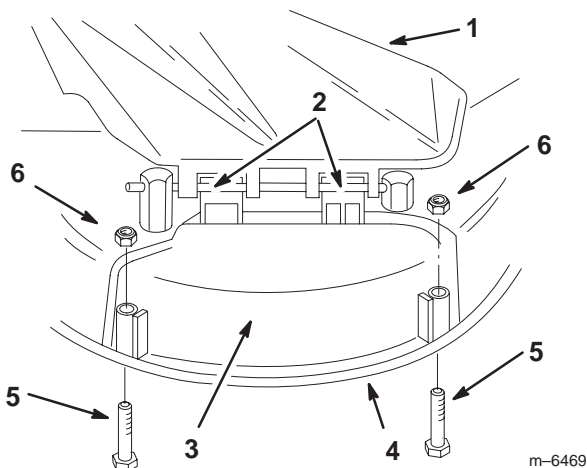

Bild 18
2. Heben Sie das Ablenklech an und schieben die Zungen oben an der Auswurfkanalabdeckung unter die Haltestange des Ablenklechs. Drehen Sie die Auswurfkanalabdeckung über die Öffnung und auf die untere Lippe des Mähwerks herunter (Bild 18).
3. Befestigen Sie die Auswurfkanalabdeckung mit Schrauben und Muttern an der unteren Lippe des Mähwerks (Bild 18).
2. Entfernen Sie die Muttern und Schrauben, mit denen die Auswurfkanalabdeckung am Mähwerk befestigt ist (Bild 18).